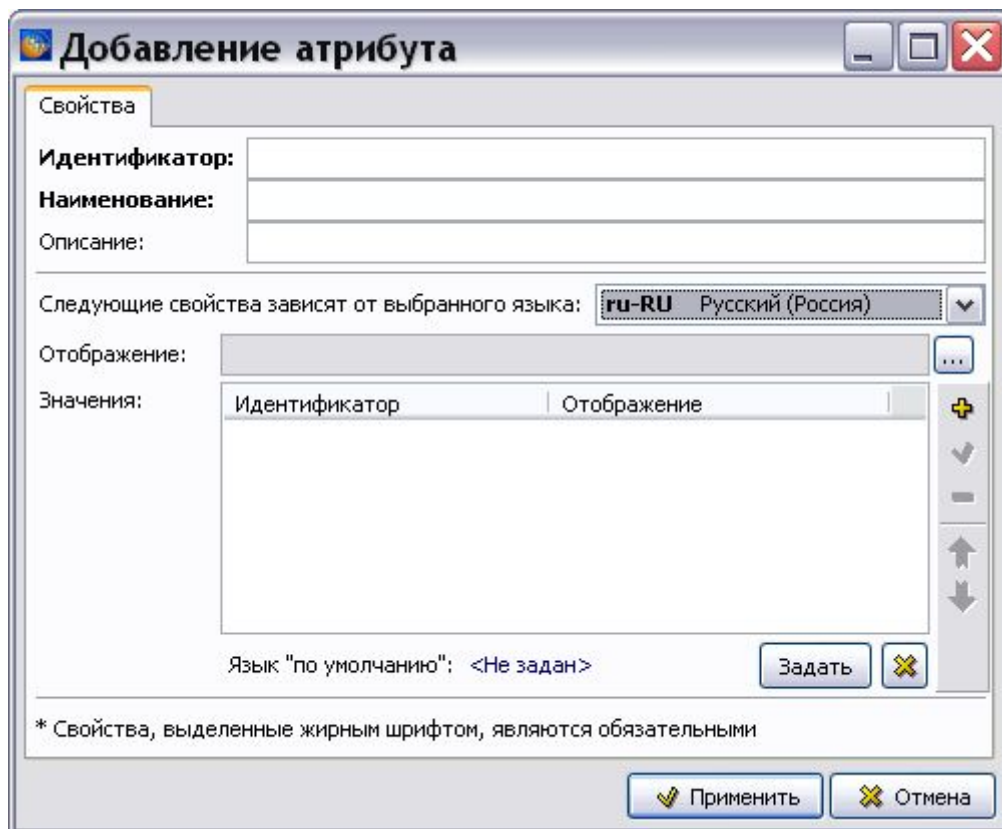

Рис. 2.130
2. Для добавления атрибута нажмите на кнопку **Добавить атрибут (INS)**  или в контекстном меню вкладки **Перечень атрибутов** выберите команду **Добавить**. При этом появится диалоговое окно **Добавление атрибута** (Рис. 2.130).